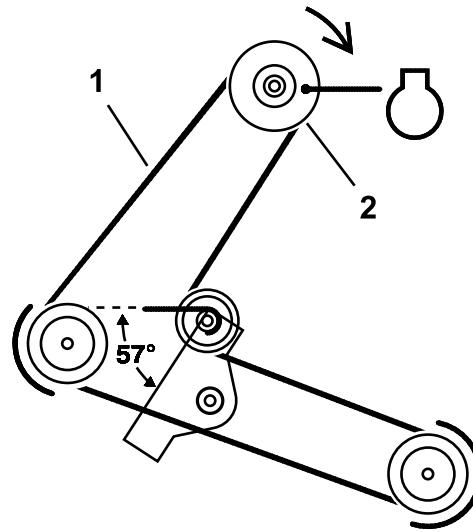

Figure 32
- Enlevez la courroie du plateau de coupe de la poulie d'embrayage électrique (Figure 32).
5. Placez la courroie du plateau de coupe autour de la poulie d'embrayage électrique (Figure 32).